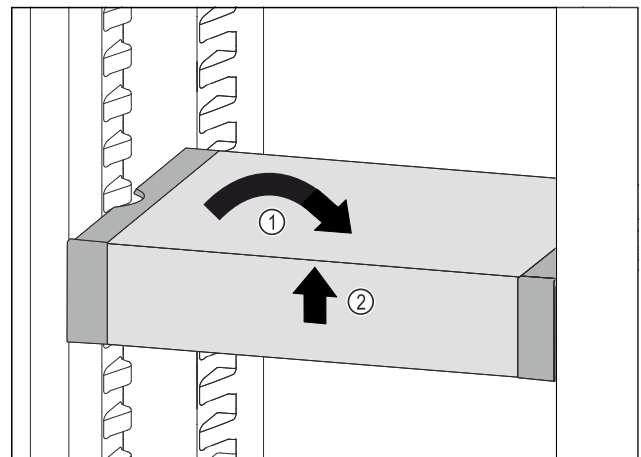

Fig. 95
- VarioSafe gerade stellen. Fig. 95 (1)
- VarioSafe vorne anheben. Fig. 95 (2)